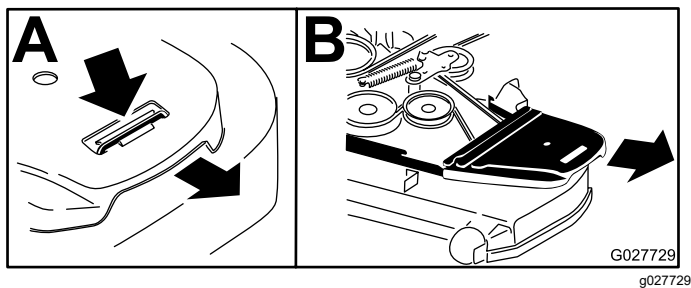

Figura 64
4. Retire las cubiertas de la correa (Figura 64).